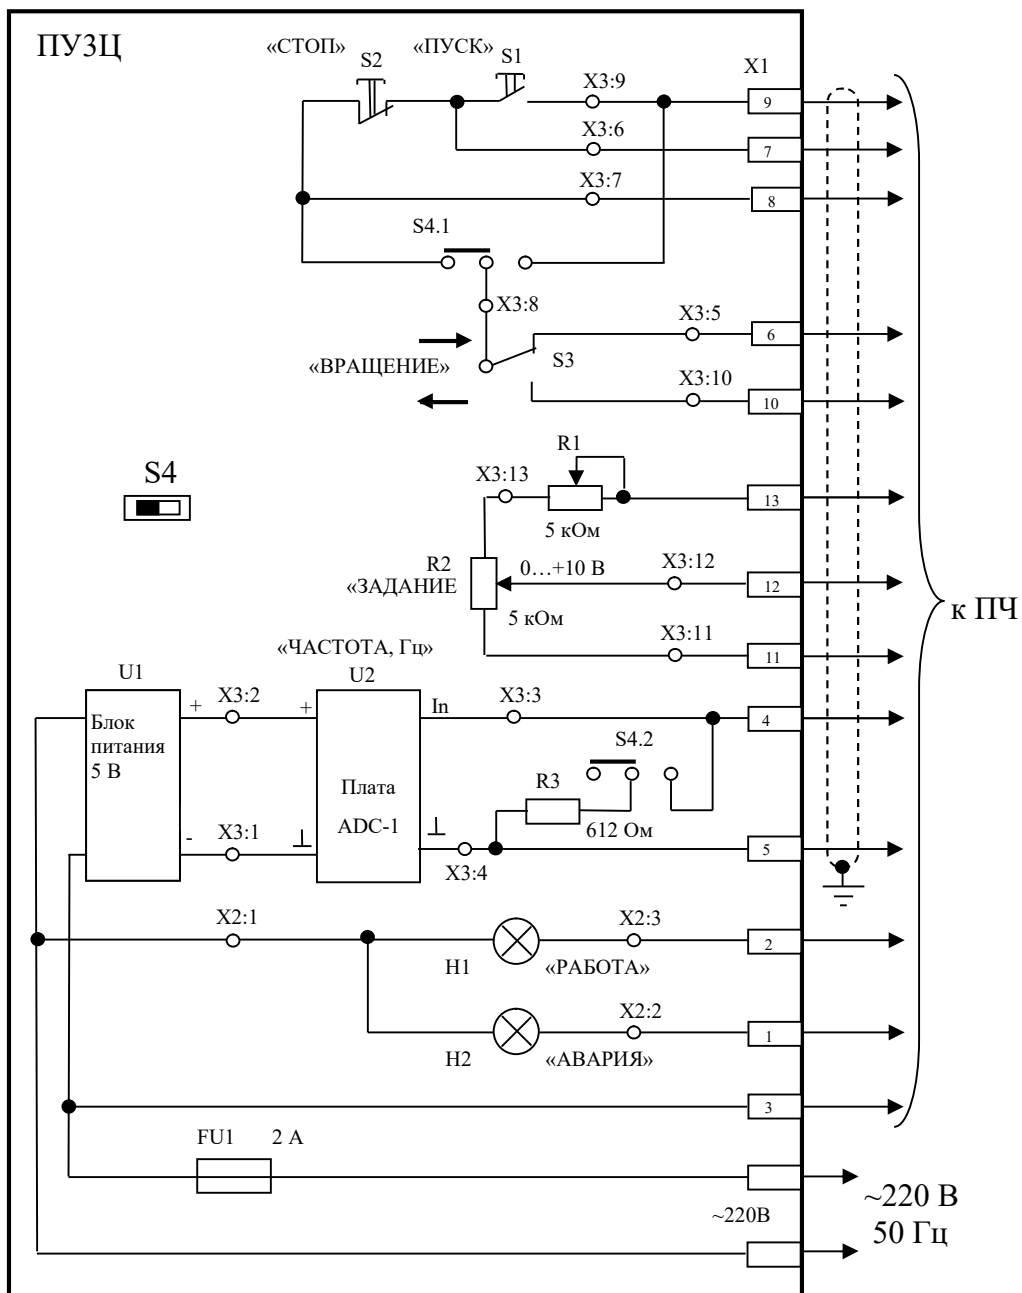

Рис.1. Пульт управления ПУЗЦ.
- 3.1. Монтаж экранированных цепей выполнить кабелем (например, МКШЭ) сечением $0,5 \text{ мм}^2$, остальных цепей - медным проводом сечением $0,5 \text{ мм}^2$ (см. рис. 1).